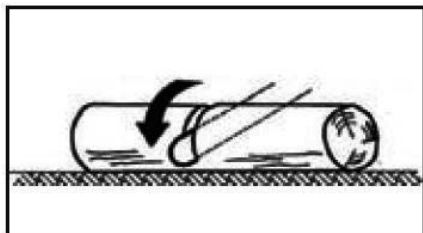

Fig. 4A
- **Tronco appoggiato per tutta la lunghezza:** tagliare dall'alto, facendo attenzione ad evitare di penetrare nel terreno (Fig. 4A).